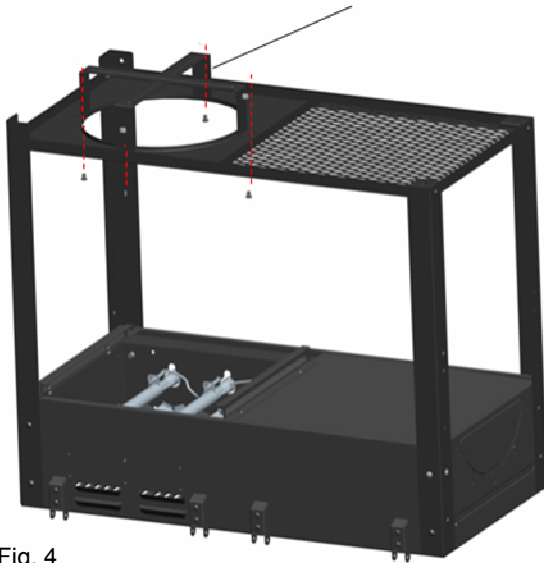

Fig. 4
Befestigen Sie die Halterungsstreben wie Abgebildet in Fig. 4 mit je (1) M6x15 Kreuzschraube am Ende der Halterungsstreben.